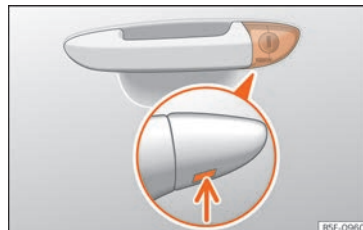

Abb. 6 Fahrertürgriff: verborgener Schließzylinder.
- Den Schlüsselbart am Fahrtürgriff in die untere Öffnung der Abdeckkappe stecken »» **Abb. 6** (Pfeil) und die Abdeckkappe von unten nach oben anheben.